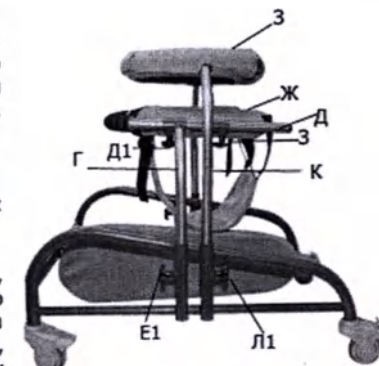

Рис. 6.
1) Регулировка высоты грудной обоймы (рис. 6)
Изменить высоту грудной обоймы перемещая ее вверх-вниз, ориентируясь на маркировку максимально допустимого удлинения, нанесенную на боковые поверхности кронштейнов (К). Зафиксировать выбранное положение, надежно и тщательно закрутив винты с ручками-барашками (Л1) (рис. 6)
Изменить высоту ручки перемещая ее вверх-вниз, ориентируясь на маркировку максимально допустимого удлинения, нанесенную на боковые поверхности кронштейнов (Г). Зафиксировать выбранное положение, надежно и тщательно закрутив винты с ручками-барашками (Е1) (рис. 6).